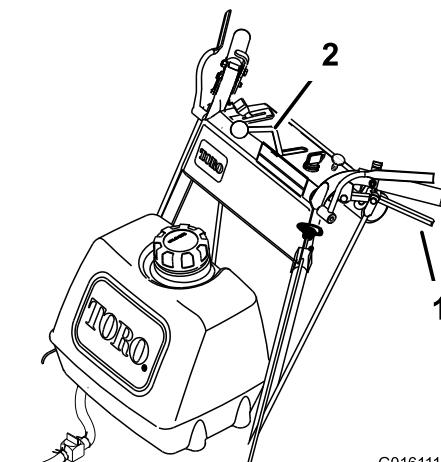

Figure 13
4. Relâchez lentement les leviers de déplacement pour avancer (Figure 13).
Pour avancer en ligne droite, relâchez les leviers de déplacement également (Figure 13).
Pour tourner, serrez le levier de déplacement du côté vers lequel vous voulez tourner (Figure 13).